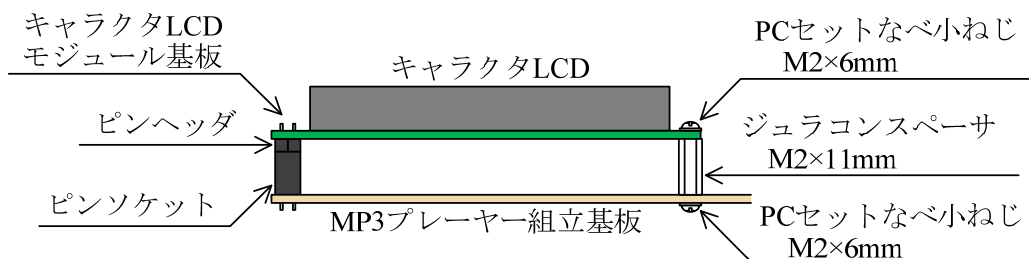

図 4.5 LCD モジュール基板の組付け状態
(5) MP3 デコーダ基板の取付け
(6) キャラクターLCD の組付け
- イ) キャラクターLCD モジュール基板 LCD101 は、あらかじめはんだ付けしたピンヘッダを、図 4.5 のようにピンソケット CN104 に奥までしっかりと挿入する.